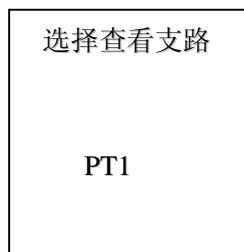

图 6
4.1.3 查看来停电记录。进入“来停电记录”菜单，如图 6